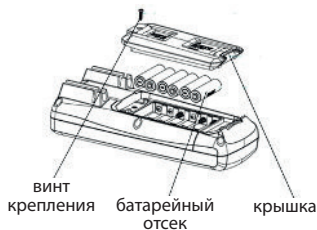

Рис. 29. Снятие крышки и замена батарей
2. Замена или установка батарей (см. рисунок 29)